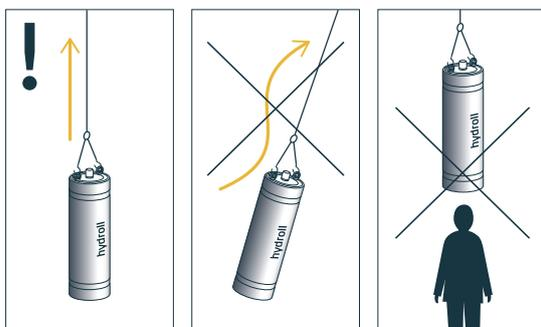

ABBILDUNG 5.1
5. Hubpunkte: Falls der Druckspeicher zwei Gewindebohrungen (M12) an jedem Ende hat, um die Befestigung von Hubösen und Hubringen zu ermöglichen. Siehe Abbildung 5.1